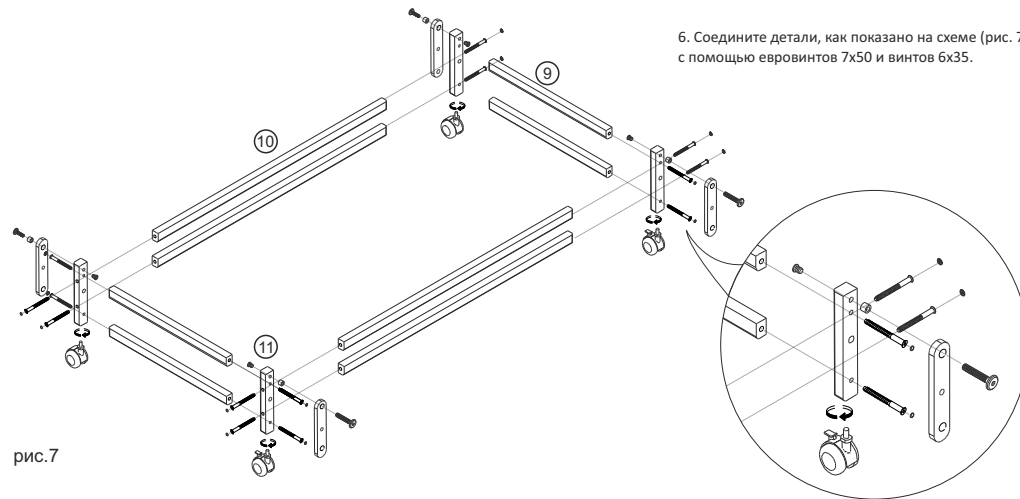

рис.7
Важно!!! при сборке изделия с маятниковым механизмом, опоры колесные устанавливаются на стойки маятника (рис. 7).
6. Соедините детали, как показано на схеме (рис. 7) с помощью евровинтов 7x50 и винтов 6x35.